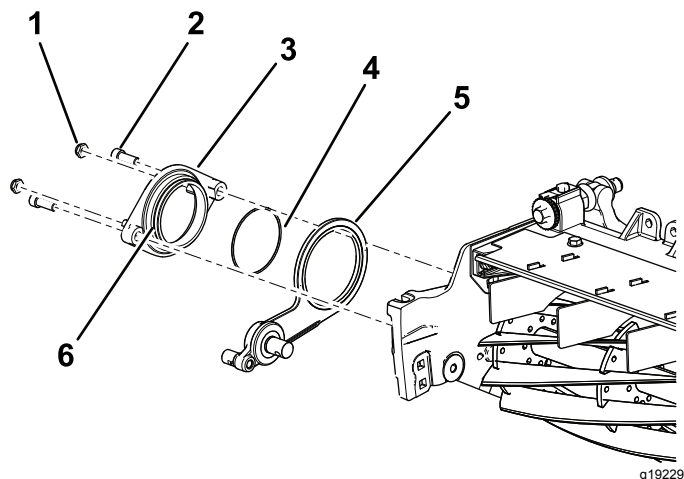

Figura 9
3. Utilice un compuesto antiadherente en el diámetro externo del conjunto del cubo del pivote (Figura 9).
4. Sujete el buje pivotante sobre el conjunto de tensor en el molinete con 2 pernos allen ($\frac{3}{8}$ " x $\frac{3}{4}$ ") (Figura 9).
5. Instale provisionalmente las 2 contratuercas en el cubo del pivote (Figura 9).